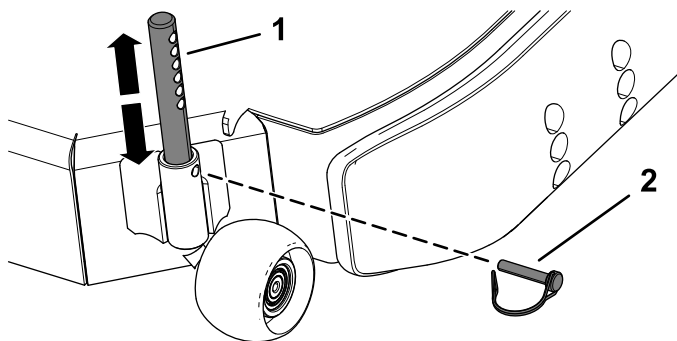

Figura 32
4. Îndepărtați tiftul de blocare de la tiftul rolei (Figura 32).
5. Deplasați tiftul rolei în sus sau în jos în poziția dorită și fixați-l cu tiftul de blocare (Figura 32).